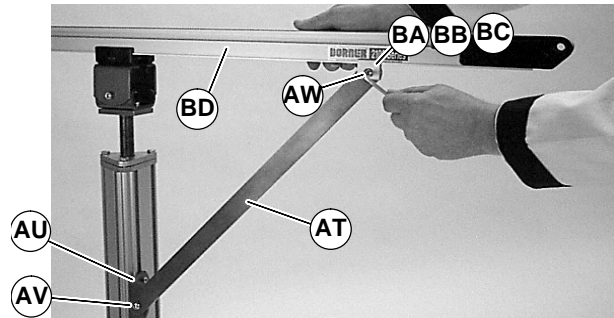
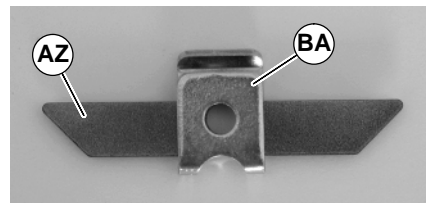

Figure 32
Figure 33
4. Die Verstrebung (AT siehe Abbildung 32) am Verstrebungsträger (AU) mit M8-Schrauben (AV) befestigen.
5C. Für 6100 Förderbänder: Bandschutzvorrichtung (AZ siehe Abbildung 33) in 6100 Clip einführen (BA). Die Verstrebung (AT siehe Abbildung 32) an der Förderbandschiene (BD) mit Clip (BA) und M8-Schraube befestigen (AW).
7. Die M8-Schrauben (AV u. AW siehe Abbildung 32) mit 9 Nm festziehen.